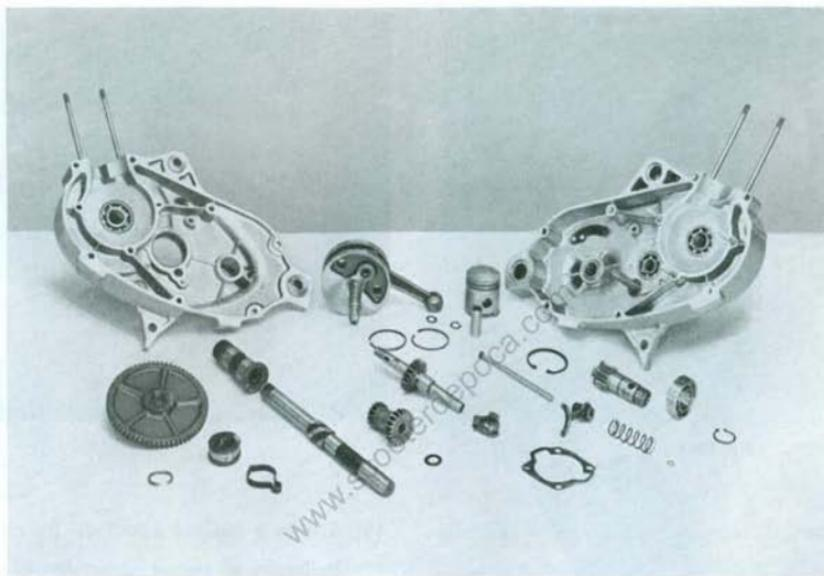

Fig. 21
47) Sfilare dalle loro sedi i particolari visibili in fig. 21.